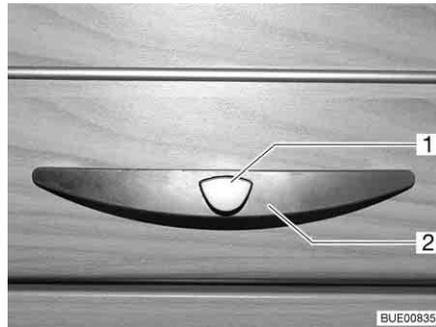
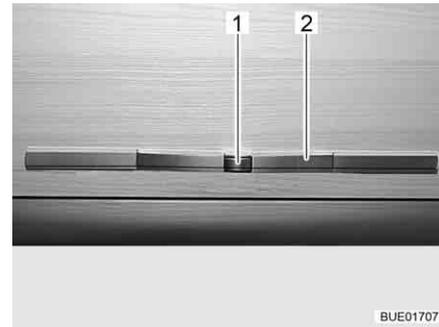

Fig. 52 Trampilla de muebles con tirador (ejemplo)
Fig. 53 Trampilla de muebles con tirador (alternativa)
- Presionar el botón de desbloqueo (Fig. 52,1 ó Fig. 53,1) en el tirador (Fig. 52,2 ó Fig. 53,2) y mantenerlo presionado.